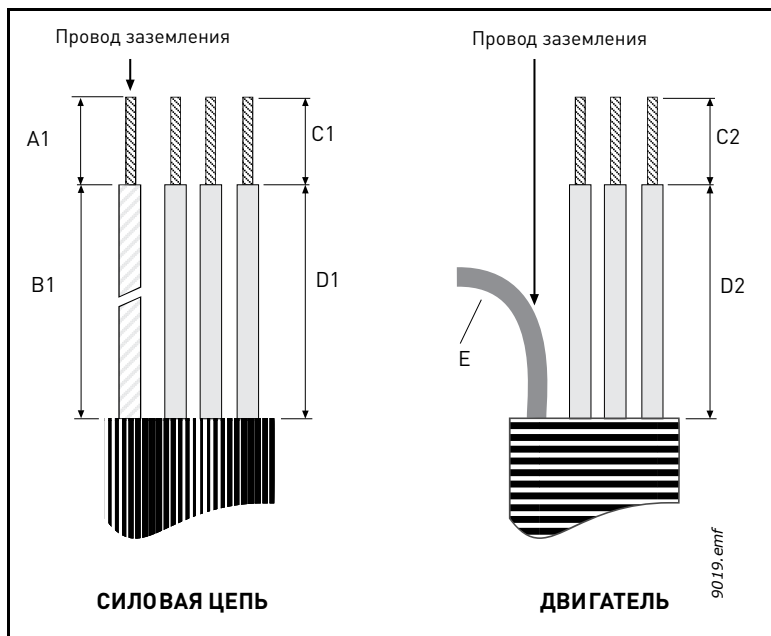
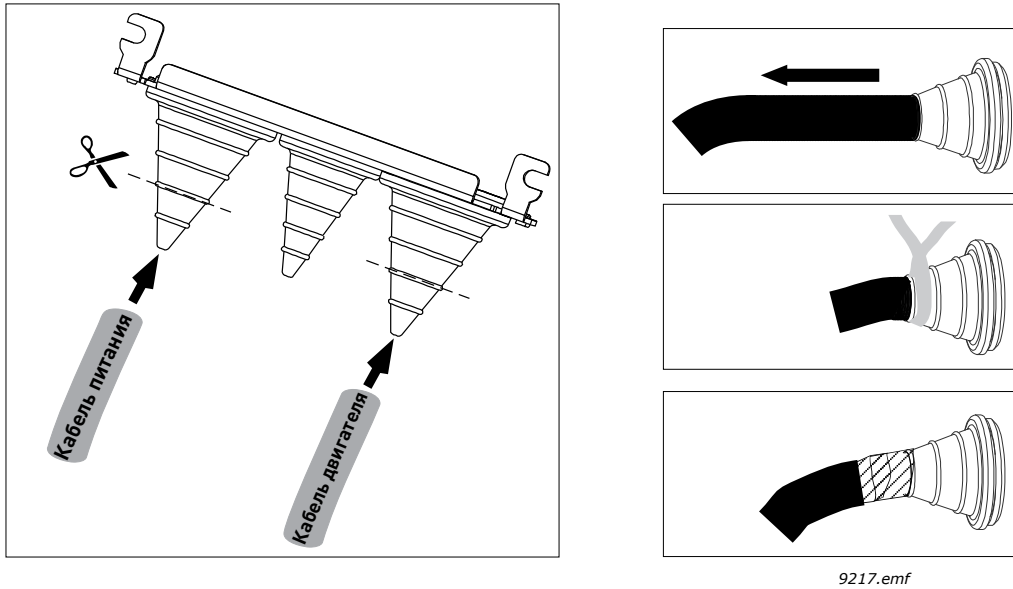
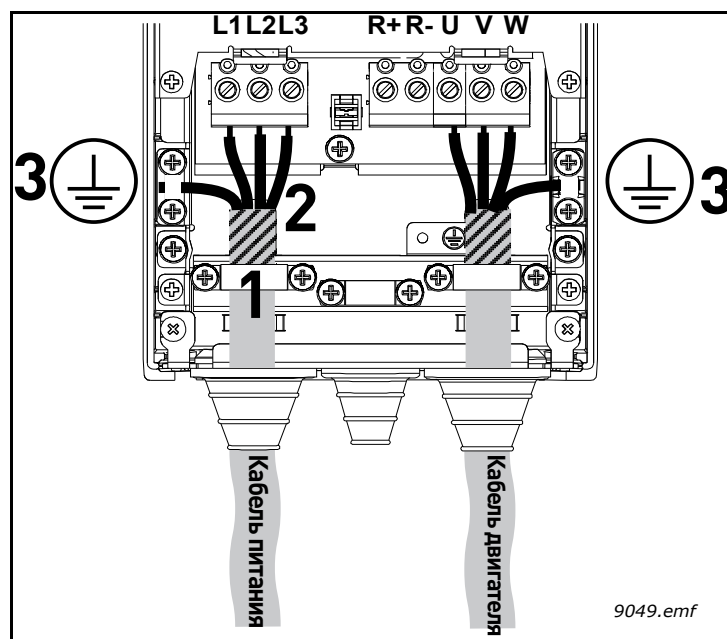
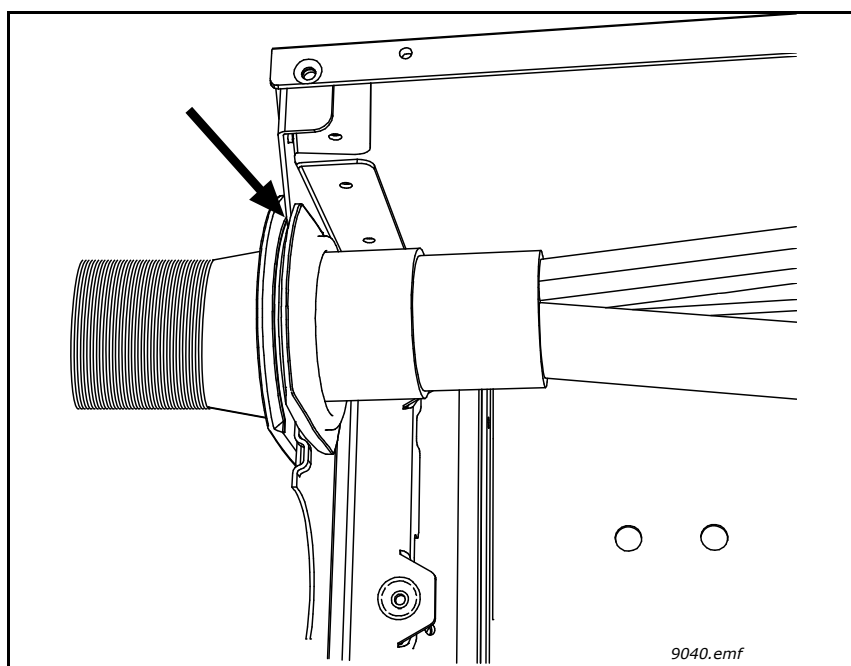

Рис. 14. Зачистка кабелей
Рис. 18.
Рис. 21.
Рис. 32.
Подсоедините зачищенные кабели (см. Рис. 14 и Рис. 18), как показано на Рис. 21.
- Обнажите экраны трех кабелей, чтобы обеспечить их соединение по всей окружности (360 градусов) с кабельным зажимом (1).
- Подсоедините (фазные) провода питания, тормоза и двигателя к соответствующим клеммам (2).
- Свейте в косы оставшиеся части кабельного экрана на всех трех кабелях и соедините косы с зажимами, как показано Рис. 21 (3). Длина скрученных экранов должна быть достаточна только для присоединения их к клеммам, но не более того.
Поместите втулку с кабелем таким образом, чтобы торцевая плата корпуса вошла в канавку на втулке (см. Рис. 32). Чтобы обеспечить выполнение требований класса защиты корпуса IP54, соединение втулки и кабеля должно быть плотно затянуто. Поэтому выведите кабель из втулки таким образом, чтобы его начальный участок был прямым и только потом загибался. Если это невозможно, необходимо обеспечить затяжку соединения с помощью изоляционной ленты или кабельной стяжки. См. пример на Рис. 18.